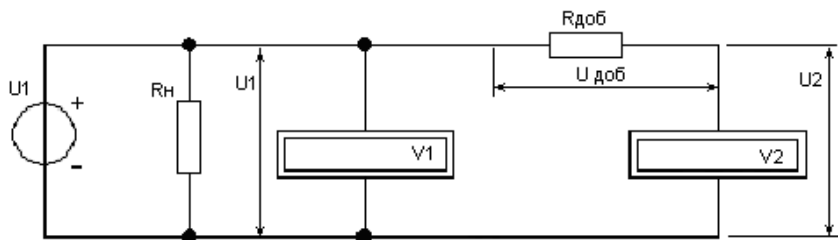

Рис. 1
Из схемы (рис.1) видно, что $U_1 = U_2 + U_{\text{доб}}$, отсюда
1. Соберите цепь в соответствии со схемой рис.1 используя соответствующие измерительные приборы. В качестве $R_{доб}$ включите в цепь магазин сопротивлений.
2. Устанавливая в цепи собранной по схеме рис.1 (с помощью магазина сопротивлений) рассчитанные значения $R_{доб}$, проведите новую градуировку шкалы вольтметра для чего изменяйте напряжение источника так, чтобы на шкале вольтметра U_2 устанавливались указанные в табл.2 значения. Заносите соответствующие показания вольтметра U_1 в табл.2.
2. В открывшемся окне EWB щелкните четвертую слева кнопку в нижнем ряду панели инструментов (**Indicators**). В развернувшемся меню найдите и достаньте на рабочее поле EWB два вольтметра (**Voltmeter**) для чего возьмите мышкой прямоугольник с буквой **V** внутри и дважды вытащите его на рабочий стол. Закройте это меню и щелкните по кнопке (**Basic**) с изображенным на ней резистором в панели инструментов. В открывшемся меню найдите изображение резистора (**Resistor**) и достаньте на рабочее поле два резистора. Закройте это меню и щелкните по соседней (слева) кнопке (**Sources**). В развернувшемся меню найдите и достаньте на рабочее поле EWB два элемента «общий провод» (**Ground** – «земля») и один источник ЭДС (**Battery**). Соедините все элементы в соответствии со схемой на рис.1. В этой схеме первый резистор является изображением нагрузки (при малом внутреннем сопротивлении источника ЭДС как в данном случае, этот резистор на распределение напряжений не влияет). Второй резистор, включенный последовательно со вторым вольтметром V_2 , есть добавочное сопротивление $R_{доб}$, служащее для расширения предела измерения вольтметра V_2 . Первый вольтметр V_1 является контрольным.